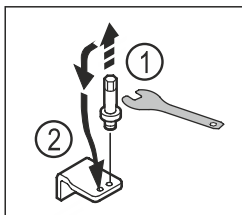

Fig. 13
- ▶ Dévisser l'axe du support de palier inférieur avec une clé mâle coudée pour vis à six pans creux de 5. Fig. 13 (1)
- ▶ Placer l'axe du côté opposé. Fig. 13 (2)